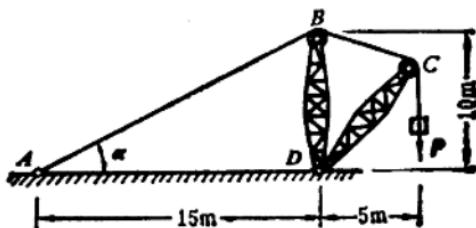

图 1.16
1.16 起重机如图1.16示，钢丝绳AB的横截面面积为 $A = 500 \text{ mm}^2$ ，材料许用应力 $[\sigma] = 40 \text{ MPa}$ ，试根据钢丝绳的强度求起重机允许起吊的最大重量 $[P]$ 。